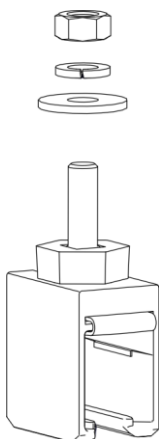

Fig. 57 : Desserrer les raccords à vis du support de rail
- Dévisser du support de rail le raccord à vis avec l'écrou hexagonal et les rondelles. (voir Fig. 57).